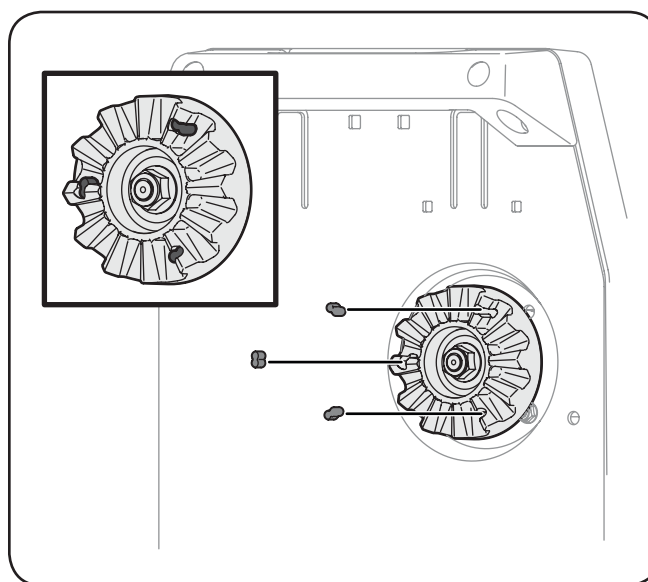

Figure 6-1
1. Haga palanca suavemente cada tope de embrague del embrague de garras con un destornillador estándar. En la ilustración 6-1.